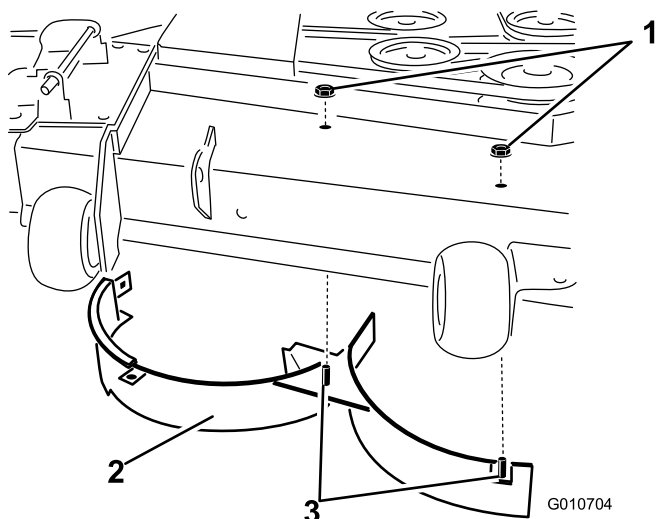

Figura 38
11. Remova as duas porcas de bloqueio (5/16 polegada) presas aos postes soldados do abafador direito na parte superior da plataforma do cortador nas posições central e direita (Figura 38).
12. Remova o parafuso de carroçaria e porca de bloqueio que prende o abafador direito à parte superior da plataforma do cortador. Retire o abafador direito da plataforma do cortador (Figura 38).